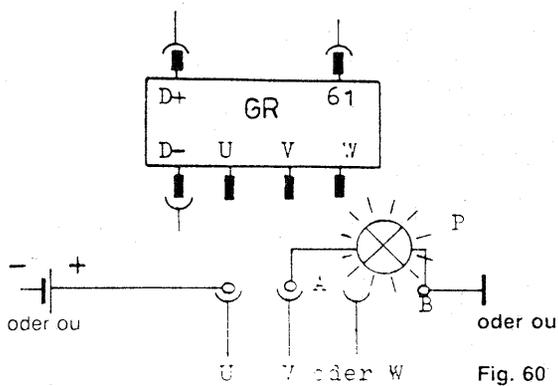

Fig. 60
- Relier A à V ou à W et mettre B à la masse (voir fig. 60).